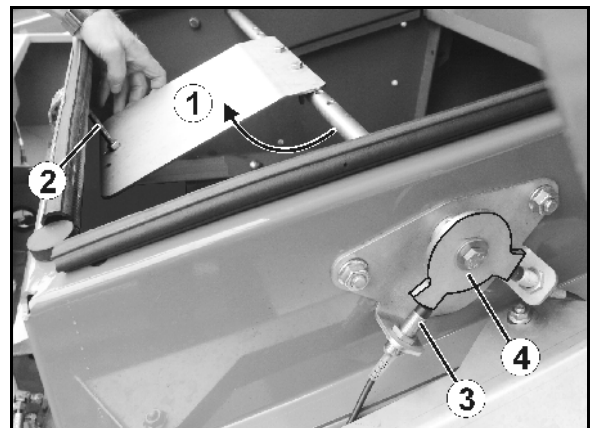

Bild 80
3. Kontrollera att reglerspjället (Bild 80/1) går lätt och ställ in ställringarna om så behövs.
Anslag för reglerspjället ställs in via skruven (Bild 80/2). Om reglerspjället flyttas till anslag, måste impulsskivan (Bild 80/4) övertäcka sensorn (Bild 80/3).